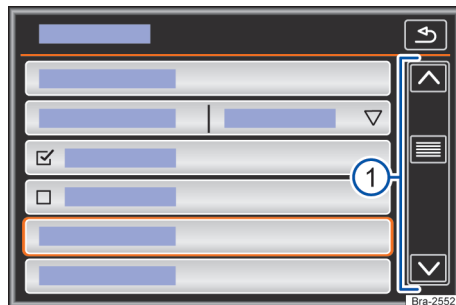

Fig. 113 Representação esquemática: entradas de lista, menu de configurações.
Se em uma exibição de lista houver mais registros selecionáveis do que podem ser visualizados, são mostradas superfícies de função para a rolagem ou uma barra de rolagem à direita na imagem → Fig. 113 ①.